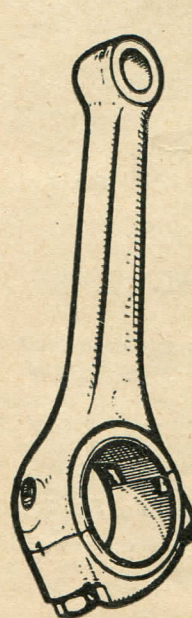

Fig. 4
- Marquer bielles et chapeaux avant de les ouvrir, de façon à ne pas les intervertir au remontage. On détermine ainsi la position des logements des ergots de demi-coussinets (figure 4).